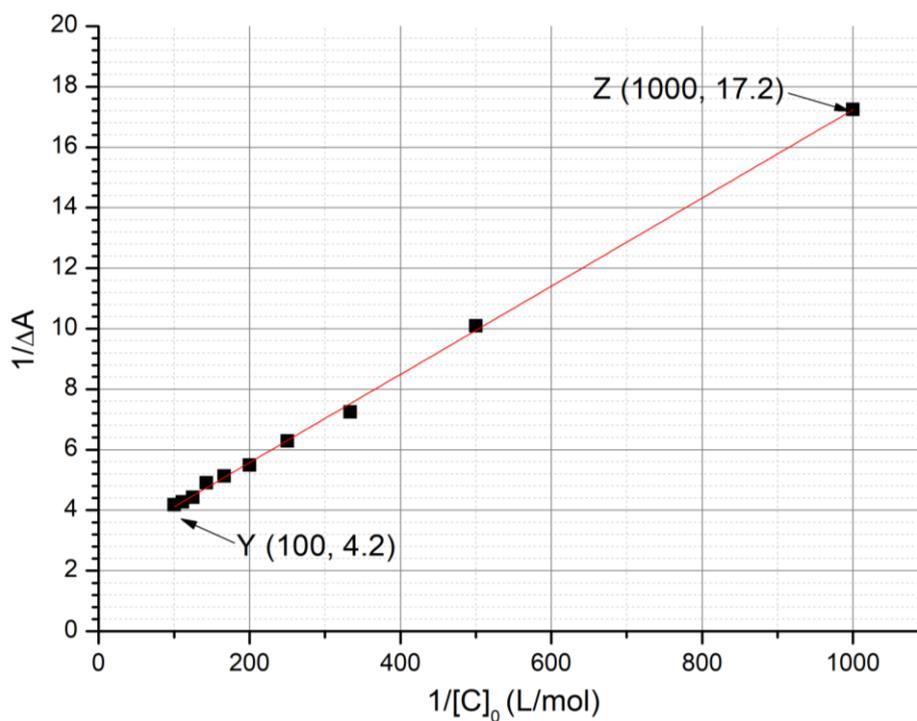

Fig. 3 – Variación de  $1/\Delta A$  en función de  $1/[C]_0$ .
6. **Determine**  $K_t$  usando la siguiente curva experimental (Fig. 3).